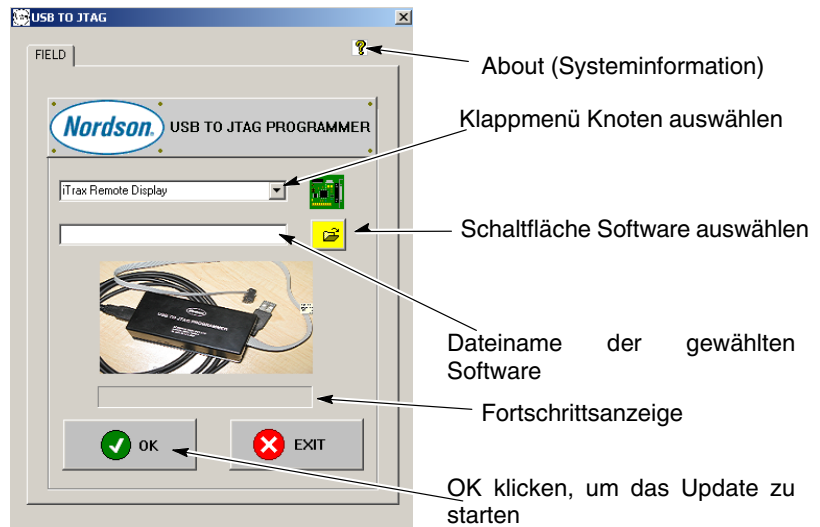

Abb. 8 Steuermenü USB zu JTAG
3. Zum Starten der Anwendung USB zu JTAG müssen Sie auf das Anwendungssymbol auf Ihrem Desktop oder auf die Datei USB-Jtag.exe doppelklicken. Siehe Abb. 8.